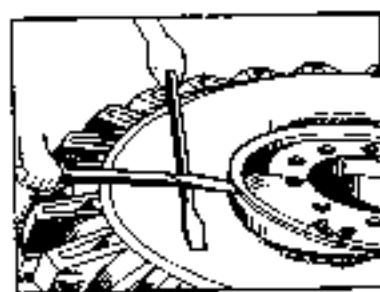

Bild 91: Einlegen des Reifenwulstes in die Montagerille der Felge
4. Den andere Wulst wird auf die Felge an der dem Ventil entgegenliegenden Seite montiert. Hierzu das flache Ende des langen Montierhebels in die Schloßnut der Felge einsetzen und den kurzen Montierhebel auf den Reifen quer zum langen Hebel legen (Bild 91). Den langen Montierhebel drücken und dadurch den Wulst auf die Felgenschalter setzen. Den Vorgang am ganzen Umlang wiederholen.